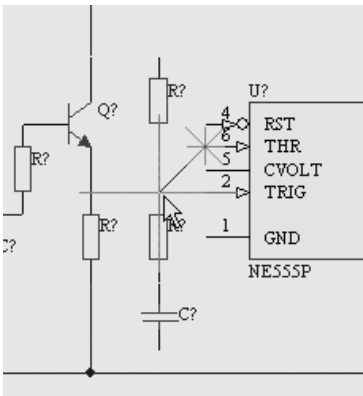

图 3-16 任意角度模式下的导线放置
(3) 单击，导线的起点就与元件的引脚连接在一起了，同时确定了一条导线的起点，如图 3-16 所示。移动光标，在光标和导线起点之间会出现一条线，这就是所要放置的导线。此
时，利用快捷键 **Shift**+空格键可以在 90°、45°、任意角度和点对点自动布线形 4 种导线放置模式间切换。图 3-16 所示为任意角度模式。